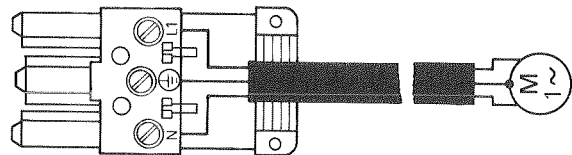

Abb. 3.14
1. Anschluß von Pumpe und Steckverbinder nach Abb. 3.14 vornehmen.